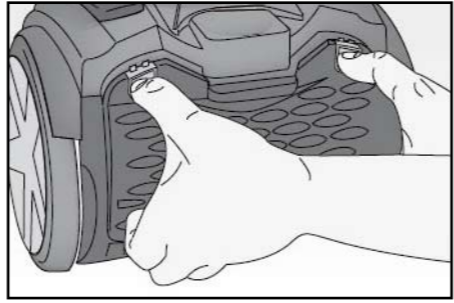

Fig. 10
- Agire sulle due levette ed abbassare lo sportellino situato nella parte posteriore dell'apparecchio (Fig. 10).